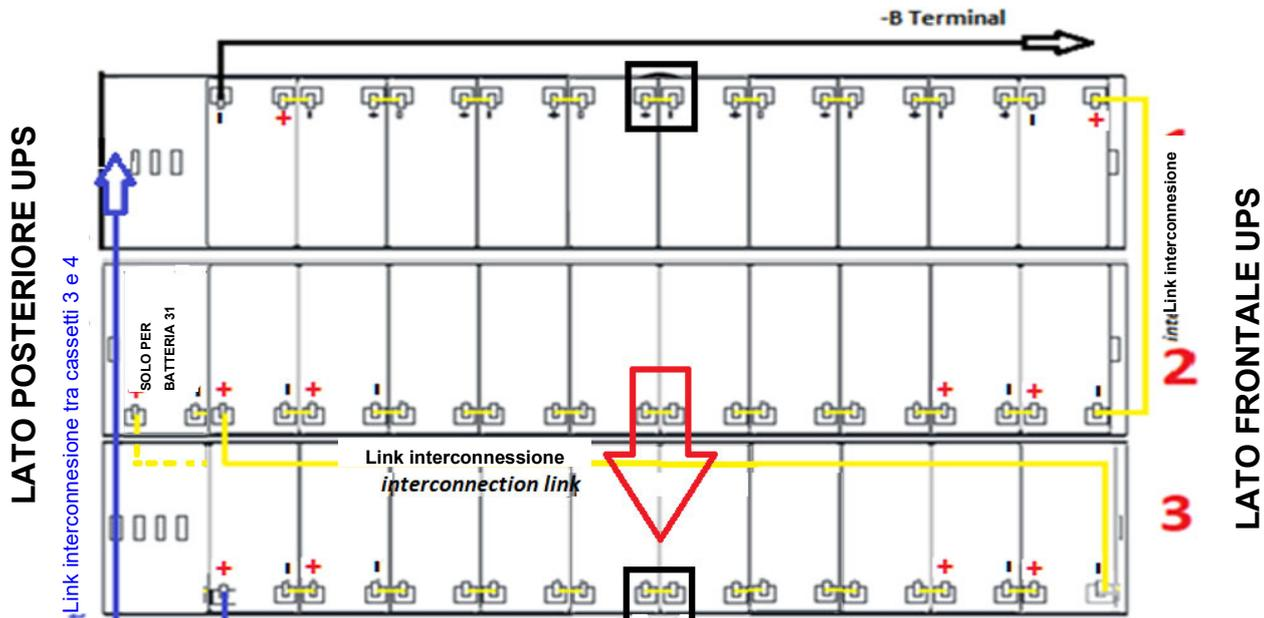

Figura 28 - Vista dall'alto piano N°1 con connessioni batterie
- 21) Dal lato sinistro dell'UPS estrarre parzialmente il cassetto n°3 e prima di inserire il ponticillo mancante come dimostrato in figura 28, utilizzare un multimetro per verificare che non sia presente una tensione CC tra i terminali delle batterie